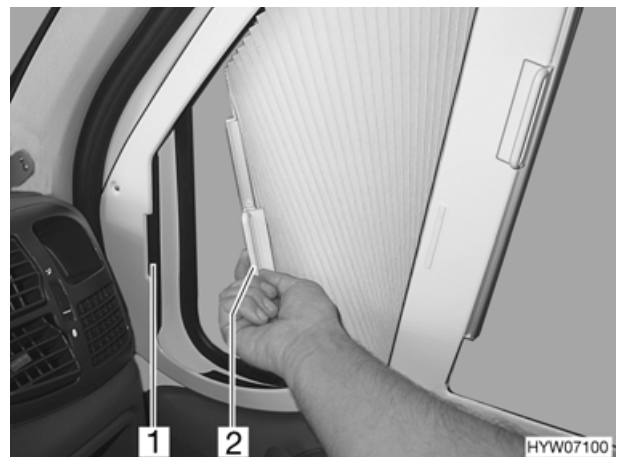

Bild 33 Faltverdunklung für das Fahrer-/Beifahrerfenster
- Die Faltverdunklungen für das Fahrerfenster und das Beifahrerfenster zuziehen und an den Magnetstreifen (Bild 33,1 und 2) aneinanderfügen.